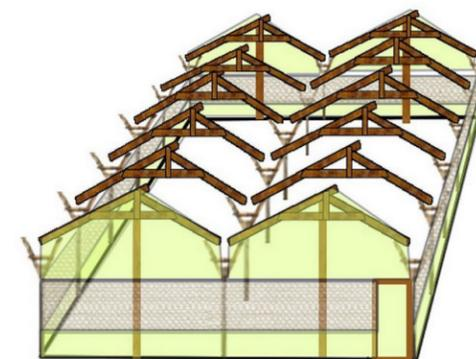

Figura 15
1.6.14 Colocación de nylon en los lados del invernadero: Colocar alambre galvanizado alrededor del invernadero para poder engrapar y asegurar el nylon. Ir cortando el nylon de acuerdo a las medidas necesarias. Cortar un poco más de la medida necesaria (unos 10 cm más) debido al nylon que va doblado y engrapado en el alambre galvanizado. El alambre ya colocado y utilizado para engrapar la malla, puede ser utilizado para la colocación del nylon o puede ser colocado una nueva fila. Ver figura 15.